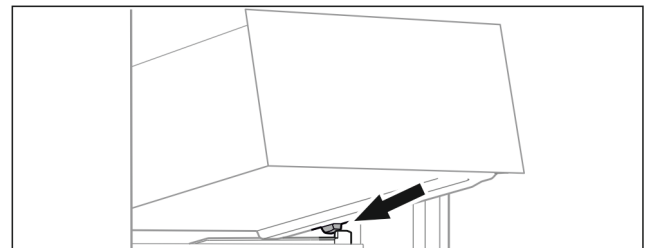

Fig. 114
- ▶ Helyezze a fiókot ferdén az ütközők mögé, a tartóbordára. (lásd Fig. 114)